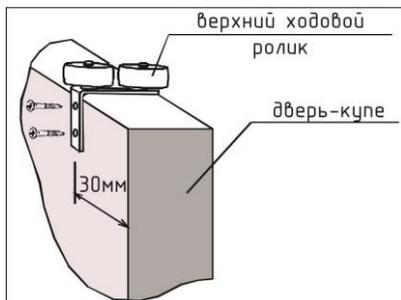

Рис. 1 Крепление верхнего ходового ролика
8. Устанавливаем верхние ходовые ролики (рис. 1) на верхнюю часть фасадов и нижние опорные ролики (рис. 2) при помощи шурупа 4 x 16 мм. Устанавливаем фасад.
9. На боковины (1.1), (2) и вязку (7) устанавливаем фланцы, крепим штанги при помощи держателем "Джокер".
10. К боковинам (3) и (1.2) крепим роликовые направляющие помощи шурупов 4 x 16 мм.
11. Вворачиваем дюбель эксцентрика в фасад (14) и крепим ручку. Собираем ящики из боковин (13) и вязок (12) и крепим их к фасаду (14) эксцентриковой стяжкой. Прибиваем ЛДВП ящиков гвоздями 2 x 20 мм и крепим направляющие шурупами 4 x 16 мм.